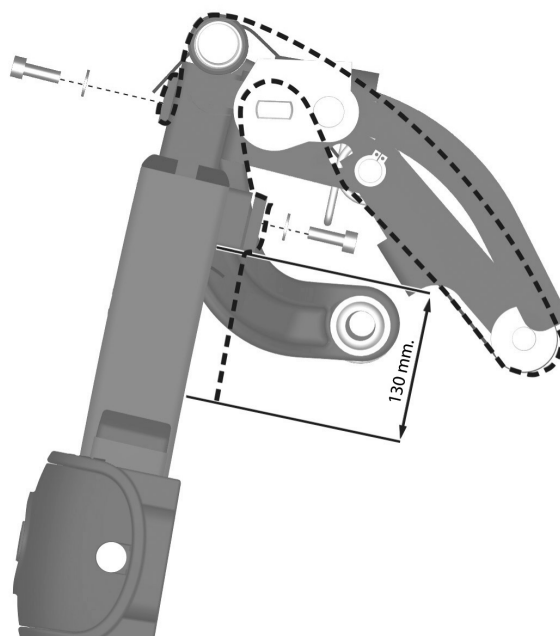

Bild 120. Benstödsremmens montering på benstödet.
3. Demontera benstödsremmens ena ände genom att försiktigt lyfta benstödetts nedre del en aning samtidigt som de två skruvarna på benstödetts framsida demonteras. Dra sedan fästplåten ur remmens ögla. Se bild. 120.
4. Demontera de två skruvar som håller remmens fäste på benstödetts baksida. Se bild. 120.
1. Dra remmen genom fästet på benstödetts baksida. Mät och försäkra dig om att remmens utstick under fästet är 130 mm. Fixera remmen genom att dra åt fästets två skruvar. Se bild. 120.
2. Skjut upp benstödetts nedre del och dra remmen genom benstödsmekanismen. Se bild. 120.
3. Placera fästplåten i remmens ögla och montera sedan detta på benstödetts framsida med de två skruvarna. Se bild. 120.